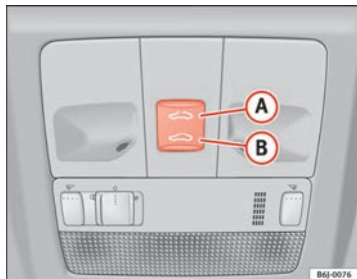

Fig. 49 Techo panorámico / deflector
- Pulse y mantenga pulsado el botón **(B)** ⇒ fig. 49 ⇒ , el techo realiza el movimiento de cerrado hasta que se suelta el botón.